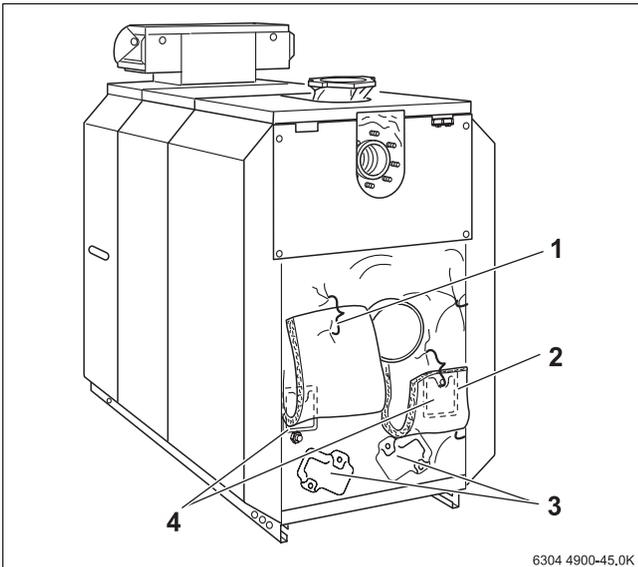

Bild 62 Reinigungsdeckel entfernen
- ▶ Verbrennungsrückstände über die Feuerraumöffnung nach vorne entfernen sowie über die Reinigungsöffnungen an Hinterglied und am Abgassammler (→ Bild 62, Seite 40).